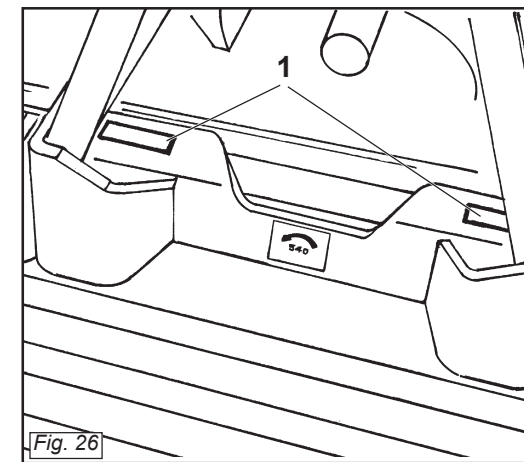

Fig. 26
Anteriormente il carrello è provvisto di 2 pattini di guida (1 Fig. 26), che possono essere sostituiti in caso di usura.
- 3) *To move the carriage to the position required and the tighten the two carriage fixing screws. At the front, the carriage has two guide pads (1 Fig. 26) that should be replaced when worn.*
Les 2 patins de guidage (1 Fig. 26) prévus à l'avant du chariot peuvent être remplacés en cas d'usure.
El carro anteriormente está dotado de 2 patines de guía (1 Fig. 26) que se pueden sustituir si se desgastan.